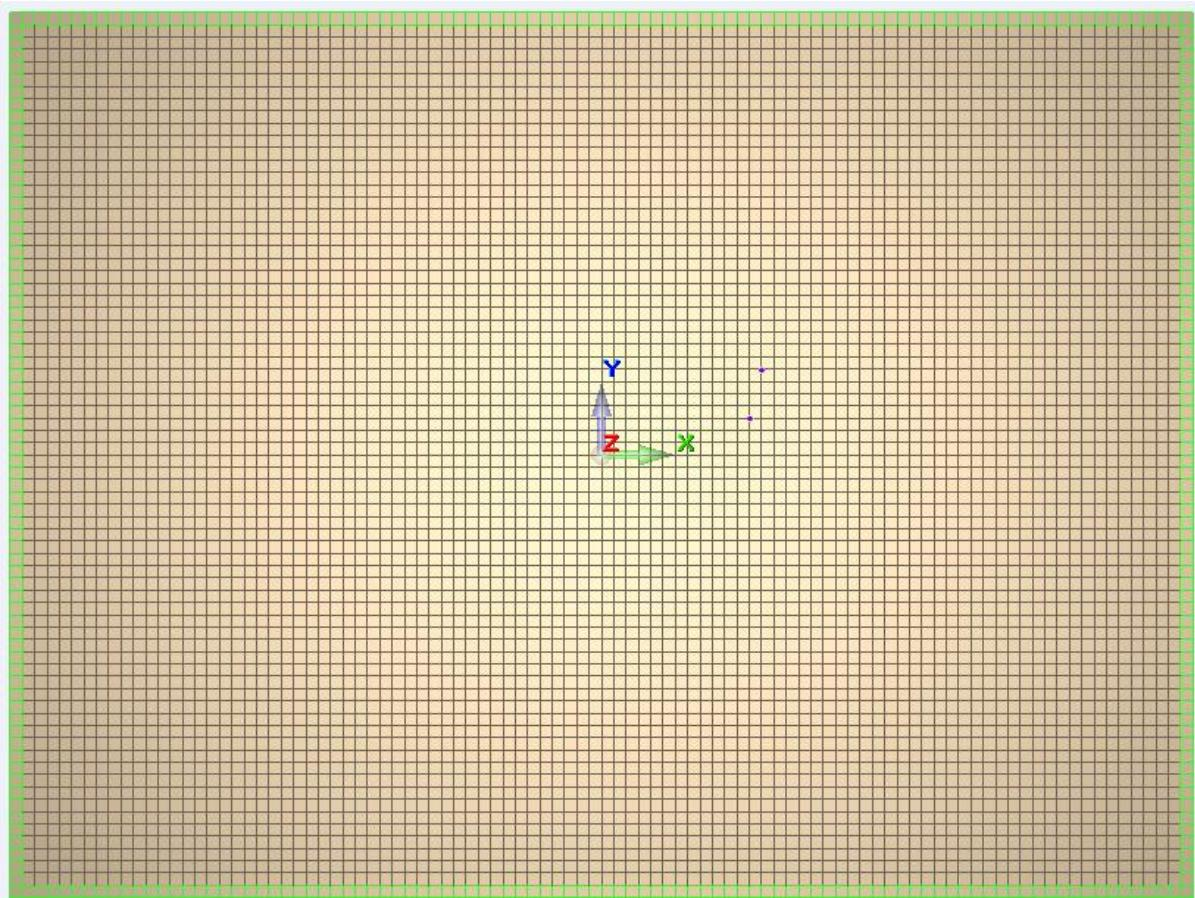

Рис.5.4. Выделение пластин на расстоянии 0,5 м от балочных элементов
- Способом выделения «рамка» с зажатой кнопкой **Shift** выделяем пластины оболочки, расположенные на расстоянии 0,5 м от балочных элементов (рис. 5.4)